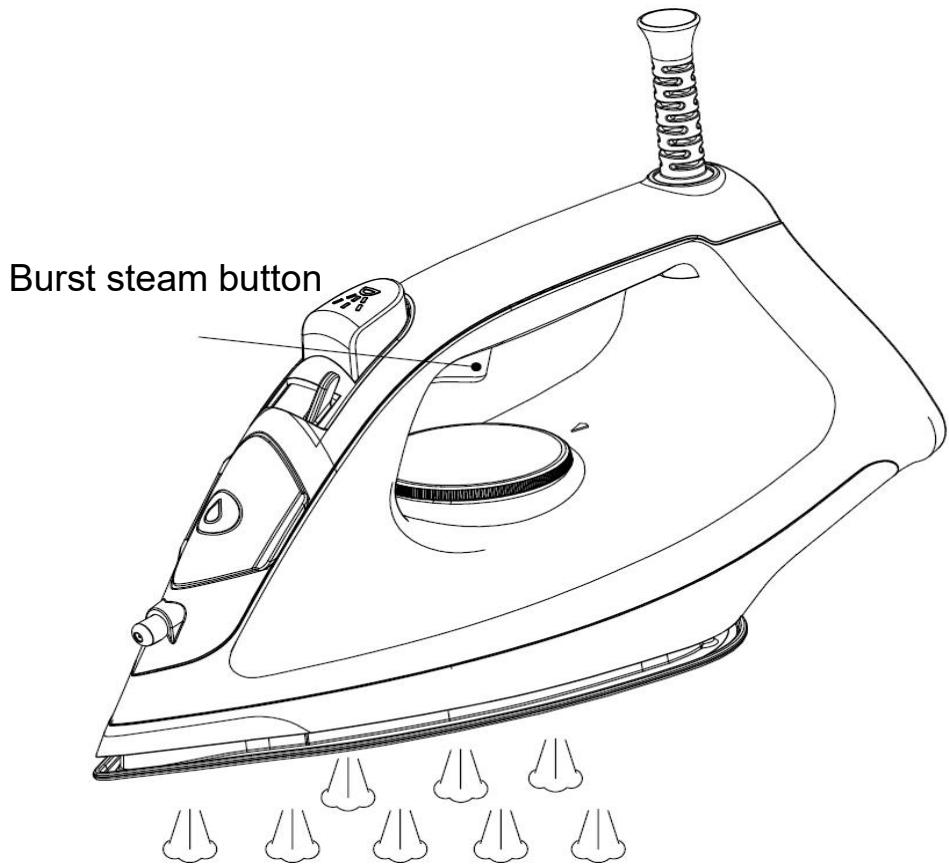

Fig.7
72.Wanneer u hardnekkige kreuken wilt verwijderen, activeert u de stoomstootfunctie door één keer op de stoomstootknop te drukken (zie Afb. 7). U kunt de stoomstootfunctie het beste activeren onder de maximale temperatuurinstelling, zodat u een goed strijkresultaat krijgt.